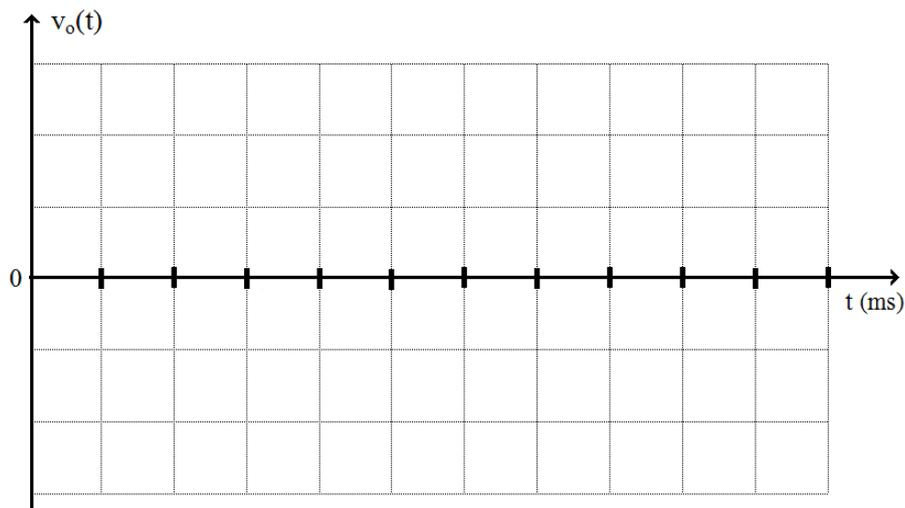

Figura 1.164 – Oscilograma para desenho de $v_o(t)$ – circuito grameador da Figura 1.163.
▶▶ **EF 20** – Com base na análise e nos cálculos efetuados no EF 19, desenhar no oscilograma da Figura 1.164 a forma de onda de $v_o(t)$. Considerar a forma de onda de entrada (v_i) apresentada na Figura 1.163b.